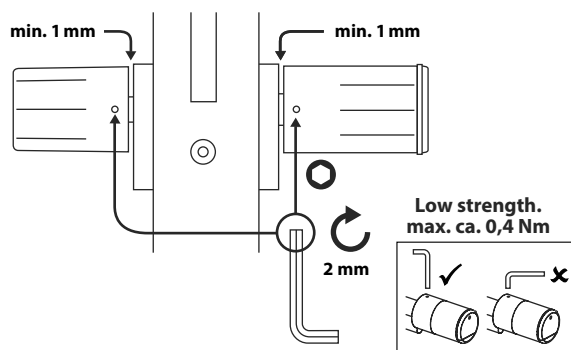

Fig. 6
- ⑥ Vuelva a atornillar los tornillos prisioneros a ambos pomos (Fig. 6).